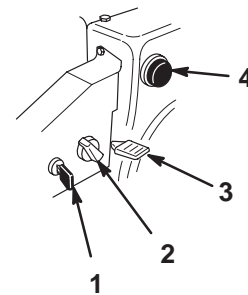

Bild 14
- **Zündschloss** (Bild 14)—Stecken Sie den Zündschlüssel ein, bevor Sie den Motor starten. Ziehen Sie den Zündschlüssel, um den Motor abzustellen.
- **Choke** (Bild 14)—Drehen Sie zum Anlassen eines kalten Motors den Choke im Uhrzeigersinn ganz auf **Ein**. Wenn sich der Motor erwärmt, drehen Sie den Choke langsam gegen den Uhrzeigersinn in die Position **Aus**.
- **Gashebel** (Bild 14)—Bewegen Sie den Gashebel nach oben, um die Motordrehzahl zu erhöhen, und nach unten, um die Drehzahl zu reduzieren. Stellen Sie den Gashebel auf **Stopp**, um den Motor zu stoppen.
- **Kaltstarthilfe** (Bild 14)—Betätigen Sie die Kaltstarthilfe, um eine geringe Kraftstoffmenge in den Motor zu pumpen, damit er sich bei kaltem Wetter leichter starten lässt.
2. Ziehen Sie den Zündschlüssel (Bild 14).
3. Ziehen Sie den Choke-Knopf (Bild 14).
5. Drehen Sie den Choke (Bild 14) auf **Ein**.
6. Stecken Sie den Zündschlüssel ein (Bild 14).
7. Decken Sie das Loch in der Mitte der Kaltstarthilfe (Bild 14) mit dem Daumen ab und drücken Sie diese drei Mal langsam ein, wobei Sie jedes Mal einen Moment warten.
10. Wenn der Motor anspringt, drehen Sie sofort den Choke (Bild 14) in die 3/4-Position. Wenn sich der Motor erwärmt, drehen Sie den Choke in die 1/2-Position. Wenn der Motor warm gelaufen ist, drehen Sie den Choke in die Position **Aus**.